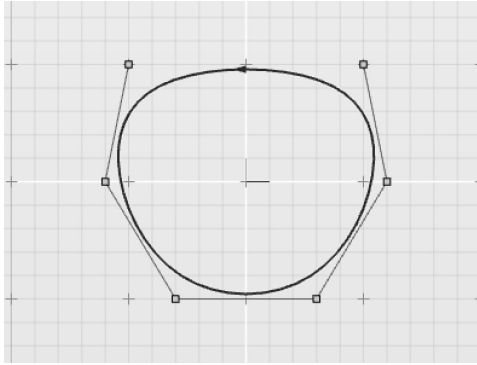

图 3-26 设定曲线为“封闭”
2) 在控制面板中设置“曲线样式”为“封闭”，则曲线呈封闭状态，如图 3-26 所示。